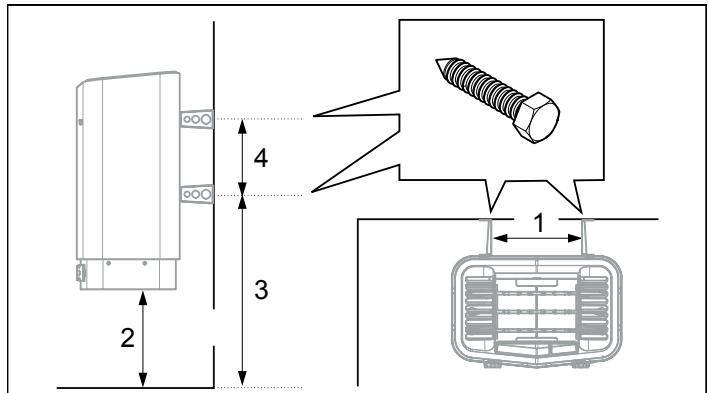

Fig 8: Måtsättning
6. Placer konsolskruvorna enligt måtsättning se Fig 8.